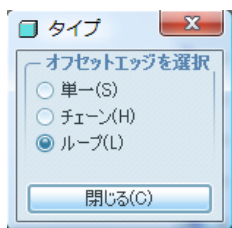

図 13-41 ループの指定
- ・タイプのウィンドウが開かれるので、「ループ」にチェックを入れる。（図 13-41）